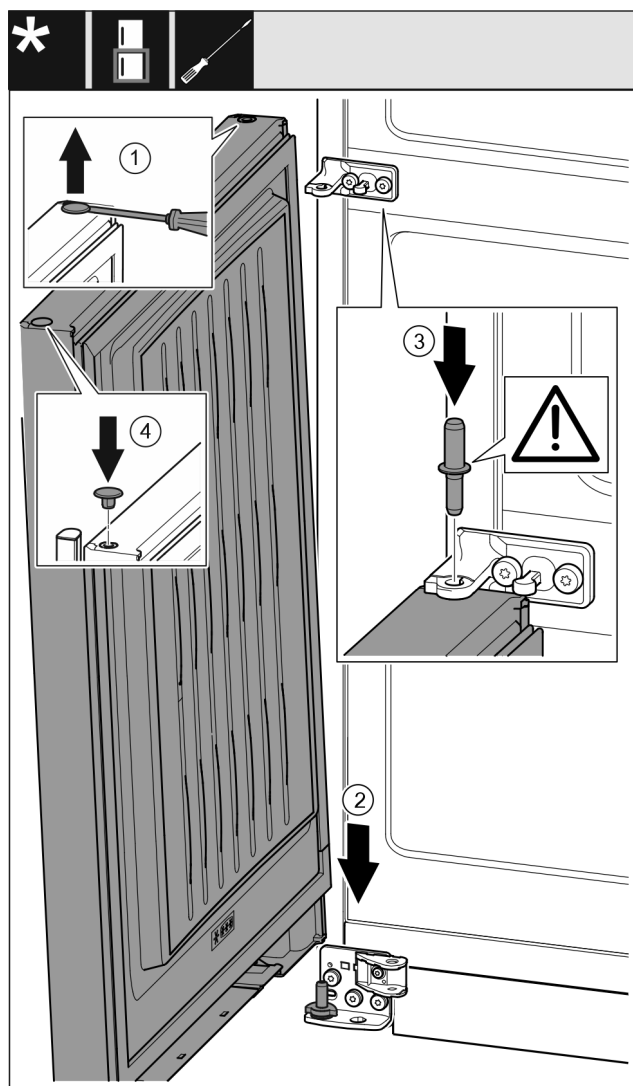

Fig. 41
- 用带槽螺丝刀小心地提起堵头并将其拉出。Fig. 41 (1)
- 从上方将冰箱门放在下面的轴承螺栓上。Fig. 41 (2)
- 中间轴承螺栓通过中间托架放置在冰箱下方门内。同时注意止动凸轮需指向后方。Fig. 41 (3)
- 将堵头重新放入门的另一侧。Fig. 41 (4)